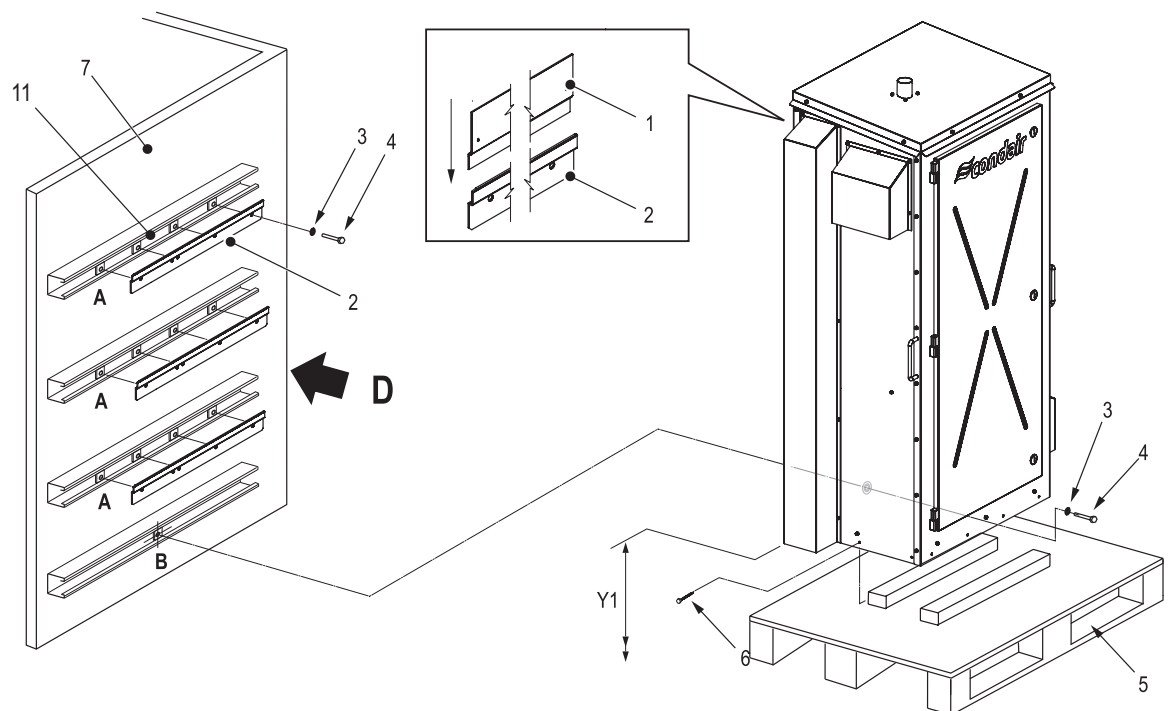

Bild 12: Montage an Außenwand
3. Markieren Sie die Befestigungspunkte „A“ und „B“ an den gewünschten Stellen mit Hilfe einer Wasserwaage. Siehe Bild 12 auf Seite 33 und Tabelle 7.
8. Heben Sie den Befeuchter vorsichtig in die Montageposition und richten Sie die Halterungen auf der Rückseite des Befeuchters auf die befestigten Montageschienen aus, wie in Bild 12 auf Seite 33 dargestellt. Senken Sie den Befeuchter auf die Montageschienen ab und stellen Sie sicher, dass das Gerät fest sitzt und horizontal ausgerichtet ist.